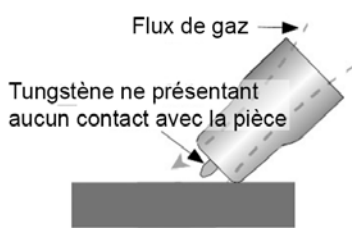

Fig. 50
5. Tournez légèrement la coupelle de gaz vers l'avant de façon à ce que l'électrode de tungstène vienne en contact avec la pièce à travailler (fig. 50 et 51)